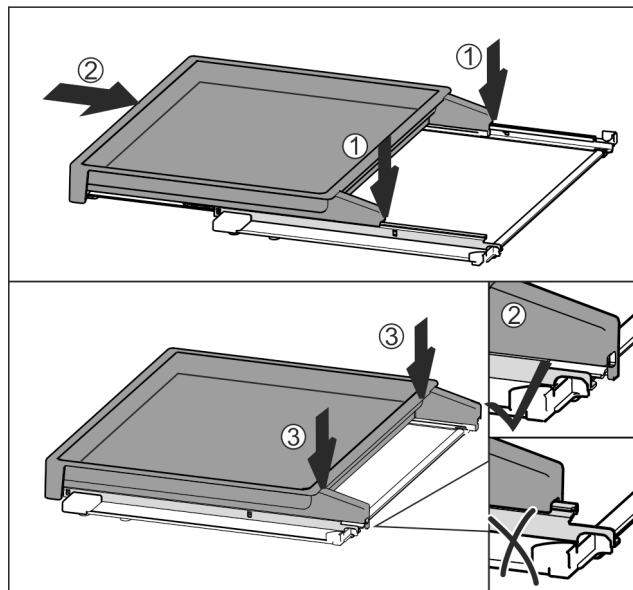

Fig. 134
- ▶ Položite jo na sredino tirnic Fig. 134 (1).
- ▶ Izvlečno polico v celoti potisnite noter Fig. 134 (2).
- ▶ Pritisnite na zadnji strani, da se slišno zaskoči Fig. 134 (3).